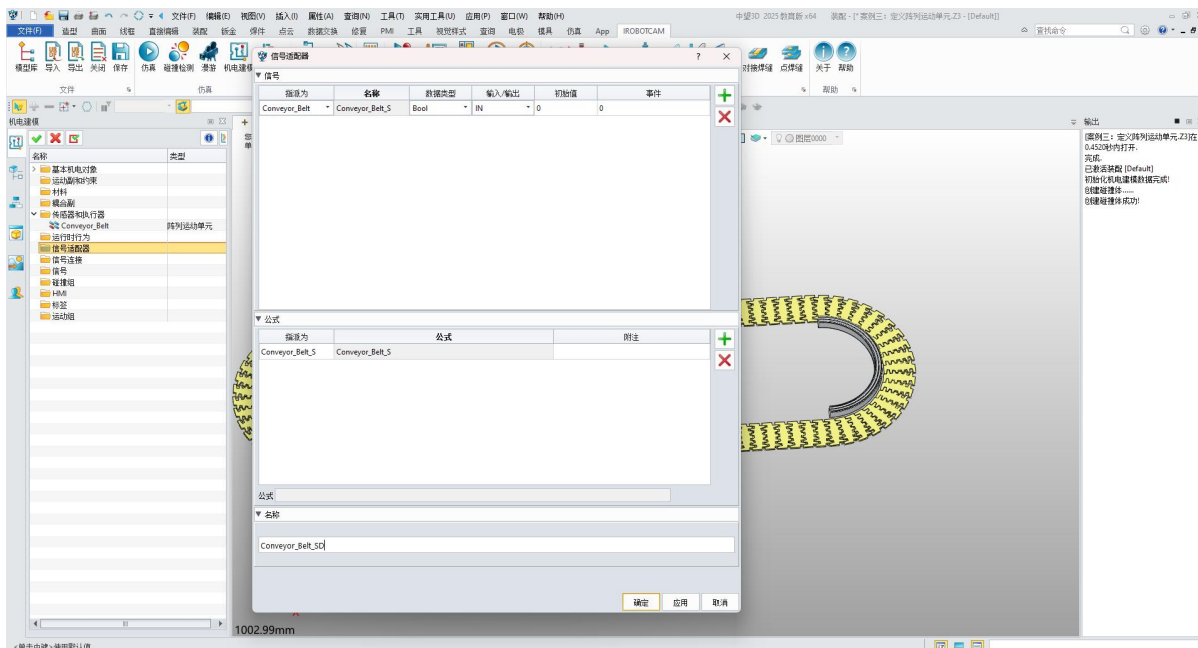

图 7-14: 信号适配器信息
- 在“信号适配器”中右键单击，然后选择“添加信号适配器”。（图 7-14）